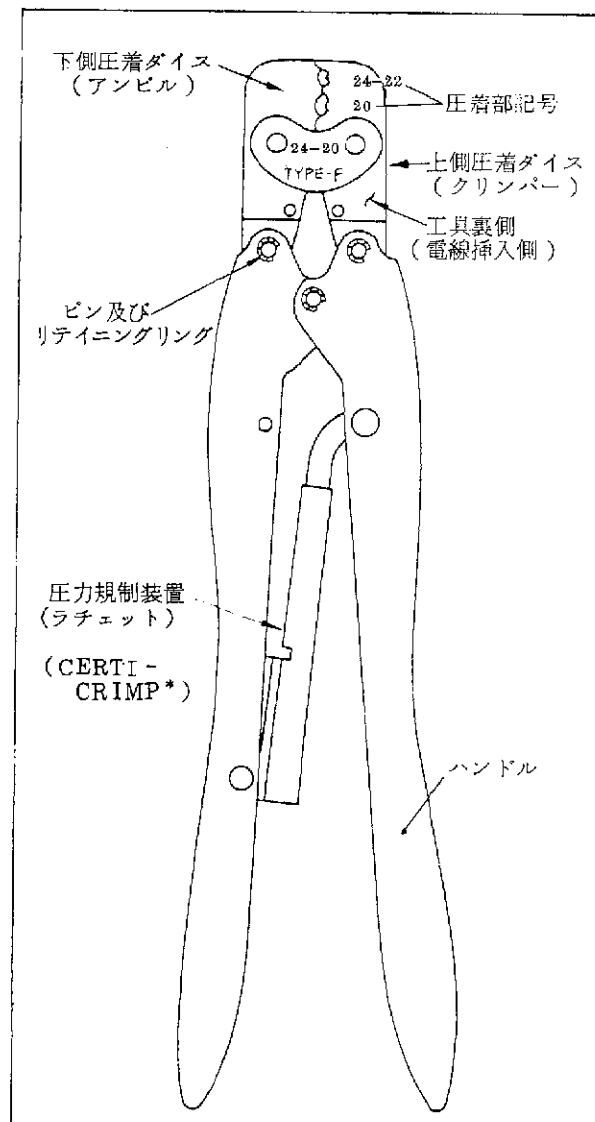

図 1
- この工具(図1参照)は表1に示す各種端子を熱線に圧着するのに使用されます。
- 工具には図1に示す様に圧着部が2箇所ありますが、24-22, 20の記号で指示されておりますが、これは使用端子に対する圧着箇所を示しております(表1参照)。圧着箇所が違えば工具が損傷したり、圧着性能が低下しますので御注意下さい。